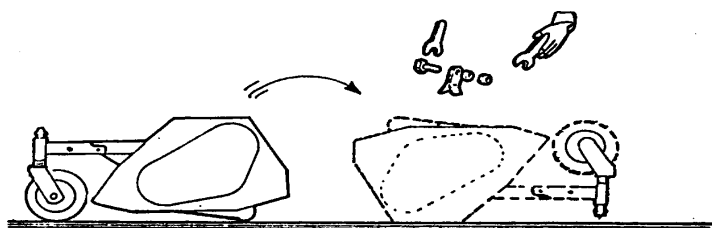

Fig. 17
- 2) Sganciare la macchina dalla trattrice e capovolgerla in modo che il rotore dei coltelli sia bene in vista. (Fig.17)
- 2) Disconnect the flail mower from the tractor and overturn it in the way to have the flails shaft in a clear view. (Fig.17)
- 2) Koppel de machine los van de tractor en draai deze ondersteboven zodat de rotor met de messen goed te zien zijn (fig. 17).
2) Den Rasenmäher von der Zugmaschine abmontieren und ihn völlig umdrehen, sodass die Drehvorrichtung der Schneideflächen gut sichtbar ist. (Abb. 17)